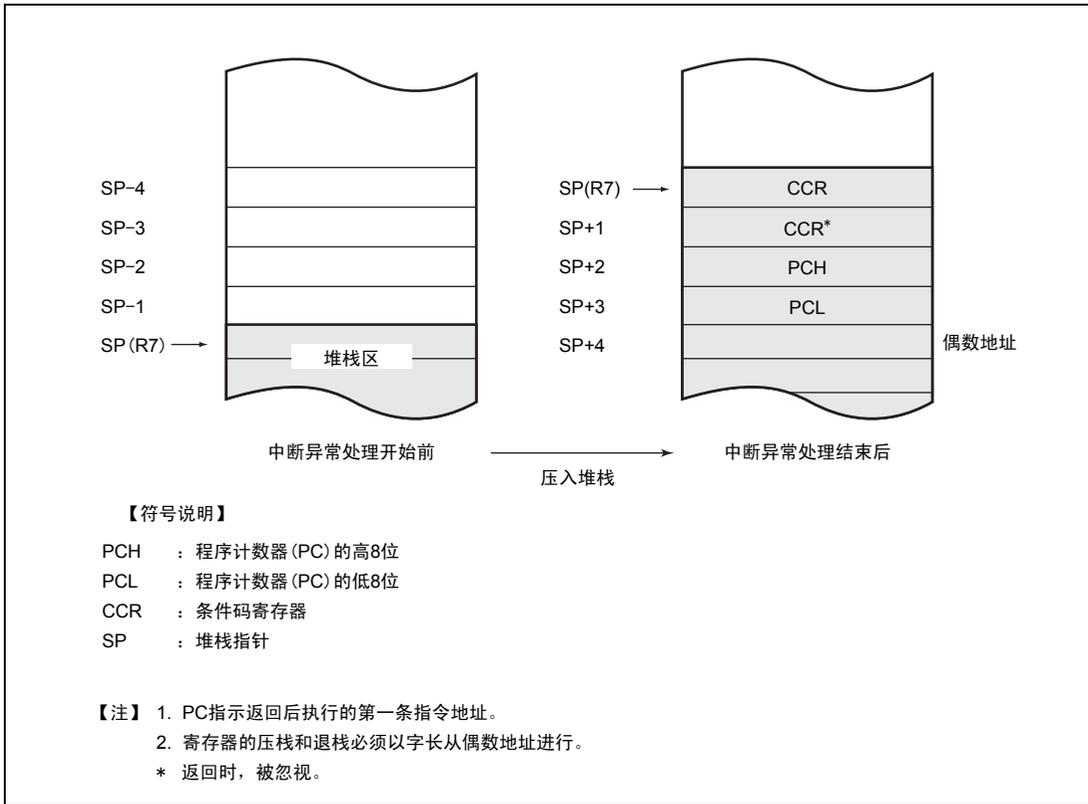

图 3.2 中断异常处理结束后的堆栈状态
4. 如果CPU接受中断请求，就在执行完执行中的指令后开始中断异常处理。首先，把PC和CCR的值压入堆栈区。此时堆栈的状态如图3.2所示。被压栈的PC值为返回后要执行的第一条指令的地址。